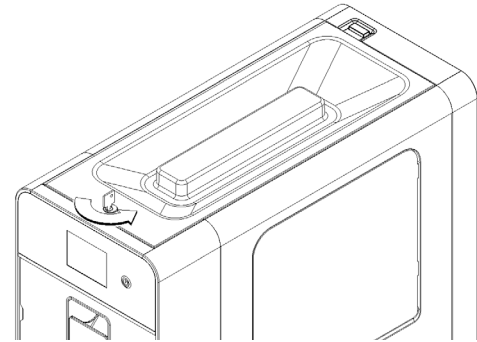

Bild 15
- 4 Den Deckel abnehmen. Falls das Schloss für die Sicherheitsverriegelung des Deckels vorhanden ist, den Schlüssel gegen den Uhrzeigersinn drehen. (Bild 15)
und abziehen. (Bild 15)